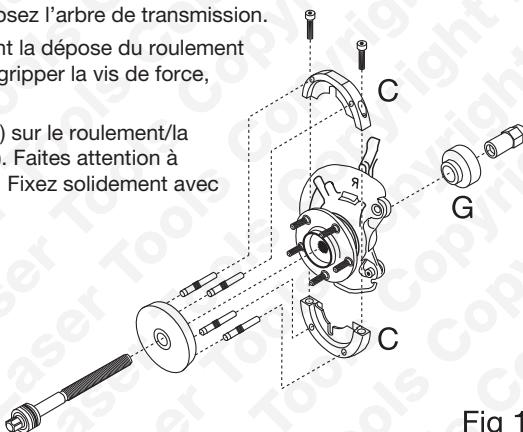
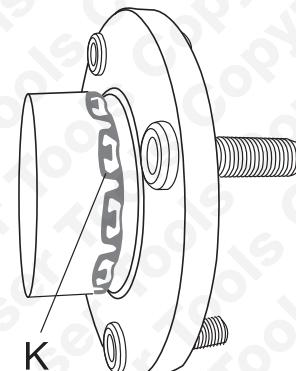

Fig 1
Fig 4
- Assemblez les demi-colliers de dépose (C) sur le roulement/la bride ; reportez-vous à l'illustration (Fig. 1). Faites attention à aligner les encoches avec le capteur ABS. Fixez solidement avec les vis de fixation (D) fournies.
- Montez les quatre broches de force (E) sur la plaque de pression (B). Le joint torique caoutchouc sur la broche de force va l'immobiliser dans la cavité de la plaque de pression.
- Par l'arrière, mettez en place l'adaptateur d'extraction (G) au-dessus de l'extrémité de la vis de force. L'extrémité à bague vers la vis de force — reportez-vous à la fig. 1
- Fixez l'outil assemblé avec l'écrou de la vis de force (F). La longue extrémité filetée de l'écrou de la vis de force mis vers la vis de force — reportez-vous à la fig. 1.
- Pour retirer le roulement/la bride, maintenez l'écrou de pression (F) fermement avec une clé de 30 mm tout en tournant la vis de force avec une douille de 22 mm et une poignée articulée ou une poignée à cliquet longue. (n'utilisez pas d'outils pneumatiques).
- Faites tourner la vis de force jusqu'à ce que le roulement/la bride soit bien à fond. Après montage, assurez-vous que les tenons de la bague de fixation cannelée K sont correctement en place dans la rainure de retenue. Voir la fig. 4
- Pour faire entrer le nouveau roulement/la nouvelle bride, maintenez l'écrou de pression (F) fermement avec une clé de 30 mm, tout en tournant la vis de force avec une douille de 22 mm et une poignée articulée ou une poignée à cliquet longue. (n'utilisez pas d'outils pneumatiques).